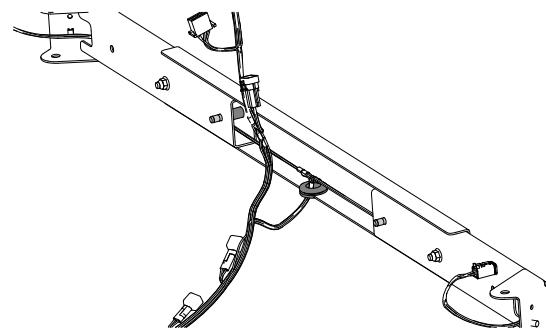

Bild 11
- Fluchten Sie die Löcher im Stützkanal, im Distanzstück und in der Befestigung für den Arbeitsscheinwerfer aus, wie in Bild 11 abgebildet.
- Montieren Sie den Stützkanal mit den vier Bundkopfschrauben ( $\frac{3}{8}$ " x 2 $\frac{1}{4}$ "), vier Distanzstücken und zwei Sicherungsbundmuttern ( $\frac{3}{8}$ ") an der Befestigung für den Arbeitsscheinwerfer (Bild 11).
7. Wiederholen Sie die Schritte 2 bis 6 für die Befestigung für den Arbeitsscheinwerfer am anderen Ende des Stützkanals (Bild 11).